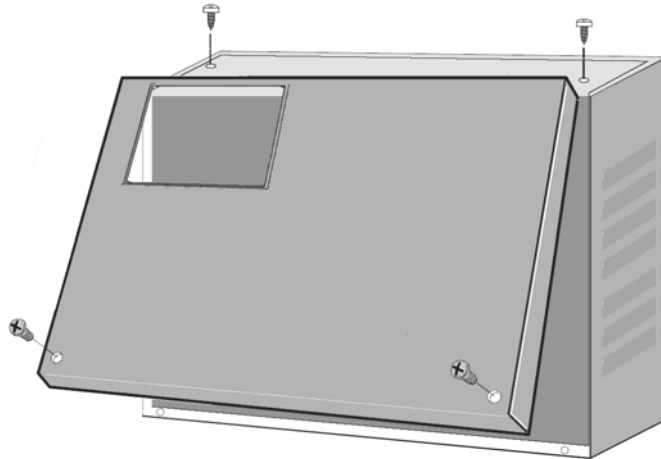

Figura 1 - Apertura del coperchio
1. Rimuovere il coperchio frontale svitando le 4 viti poste frontalmente e sulla parte superiore (figura 1).